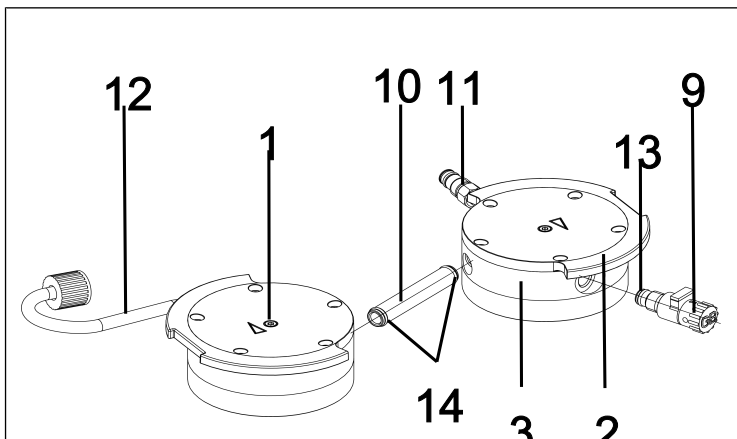

Fig.15: Sustitución de las juntas tóricas
2. Extraer el tubo de conexión (10/ Fig. 15) de la tapa del cabezal (3).
- i** Las dos conexiones de manguera (11) y (12) permanecen montadas en las tapas del cabezal.
3. Sustituir las dos juntas tóricas (14) del tubo de conexión (10/ Fig. 15).
6. Desenroscar el lastre de gas (**9**/Fig. 15) de la tapa del cabezal (**3**).
7. Sustituir la junta tórica (**13**) del lastre de gas (**9**/Fig. 15).
8. Enroscar el lastre de gas (**9**/Fig. 15) hasta el tope en la tapa del cabezal (**3**) correspondiente. A continuación, girarlo de nuevo hacia atrás hasta que la superficie esté alineada hacia arriba.
7. Introducir el tubo de conexión (**10**/Fig. 15) de nuevo en las dos tapas del cabezal (**3**).